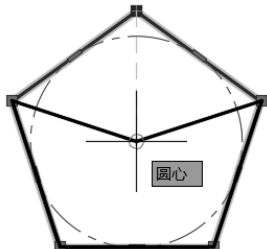

图 5-11 选择夹点进行拉伸
- 2** 使用鼠标光标选择正五边形，接着选择位于最上方的一个小方块夹点，然后将该夹点拉伸到中心线圆的圆心位置处，如图 5-11 所示，然后单击以完成夹点拉伸。